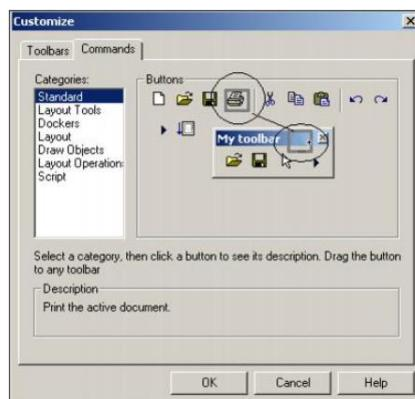

Figura 12 Botón de arrastre en la barra de herramientas personalizada
6. Seleccione el tipo de herramienta en la lista Categorías, seleccione el botón deseado, y arrastre el botón en la barra de herramientas (ver Figura 12).